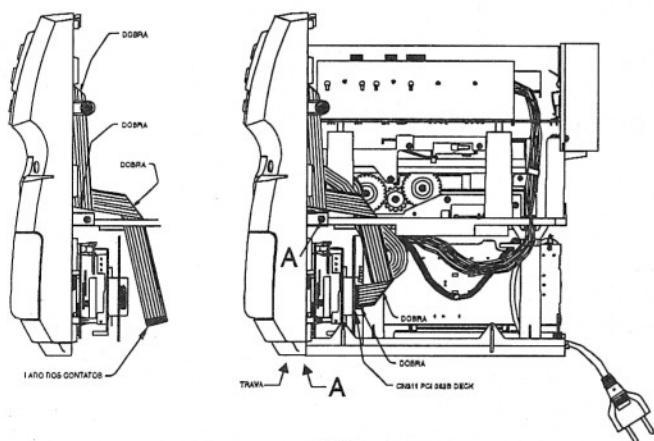

Fig.6
- Retire os 4 parafusos A (fig.6).